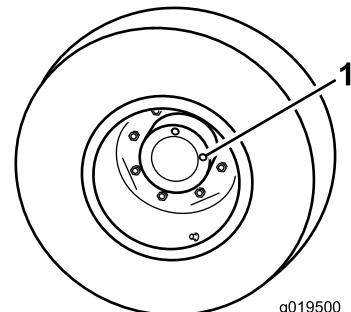

Figure 89
1. Amenez la machine sur une surface plane et horizontale, tournez la roue de sorte à placer un bouchon de contrôle à la position 12 heures et l'autre à la position 3 heures (Figure 89).
1. Bouchon de contrôle/vidange (2)
2. Retirez le bouchon qui est à la position 3 heures (Figure 89).